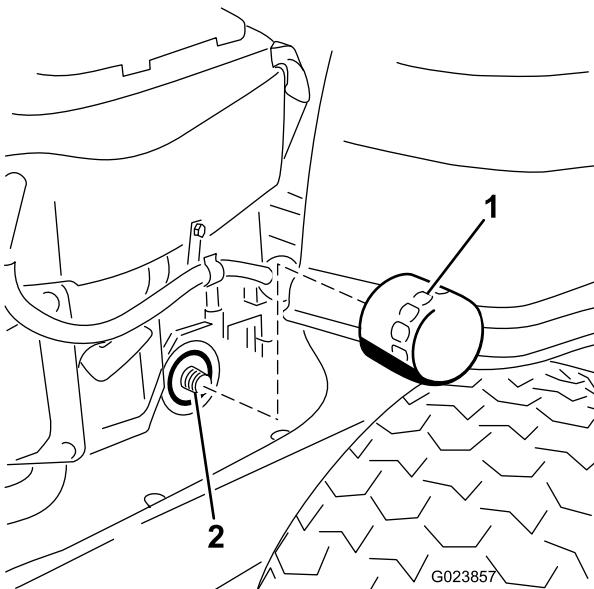

Figura 31
10. Localice el filtro de aceite en el lado derecho del motor, retire el filtro usado y límpie el adaptador del filtro con un trapo limpio (Figura 31).
13. Gire el filtro de aceite en el sentido de las agujas del reloj hasta que la junta de goma entre en contacto con el adaptador, luego apriete el filtro de $3/4$ a una vuelta más (Figura 31).